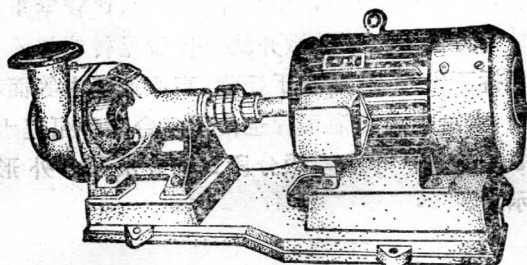

图1—1 B型泵外形
1.B(BA)型泵: 单级单吸悬臂式离心水泵。供输送温度不高于80°C的清水及物理、化学性质接近于水的液体。外形如图1—1所示。